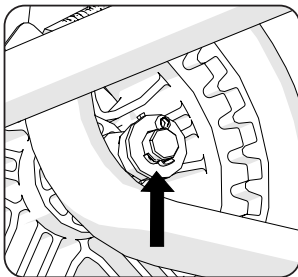

Fig. 2
- Piegare i denti della copiglia attorno al perimetro dell'asse in direzioni opposte. (Fig. 2)